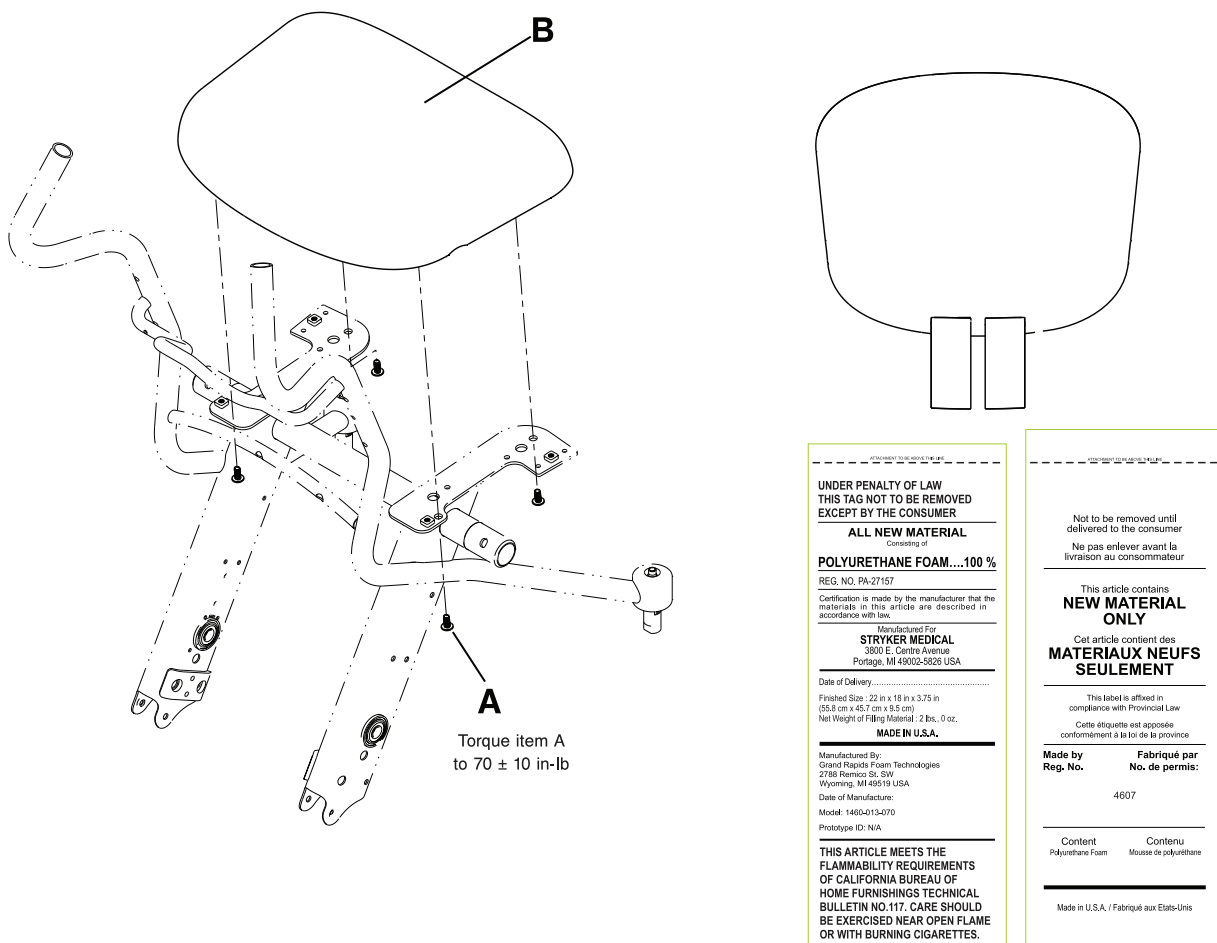

Fig. 8-23: Udskiftning af sædet
1. Brug en 3/16 tommer sekskantnøgle til at fjerne de fire hovedskruer (A), der holder sædet (B) fast på stolerammen (Fig. 8-23 på side 8-39). Kassér sædet og skruerne.
2. Brug en 3/16 tommer sekskantnøgle til at installere de fire leverede hovedskruer (A) for at fastgøre det leverede sæde (B) til stolerammen. Brug en 3/8 tommer drejementnøgle til at spænde skruerne til  $70 \pm 10$  in-lb (8  $\pm$  1,1 Nm).